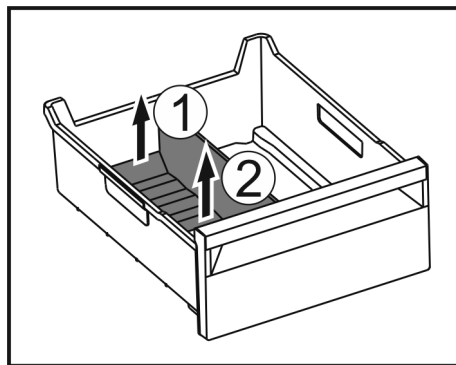

Fig. 145
- ▶ Sollevare la parte posteriore del divisore dello scomparto del ghiaccio. Fig. 145 (1)
- ▶ Rimuovere il divisore dello scomparto del ghiaccio verso l'alto. Fig. 145 (2)